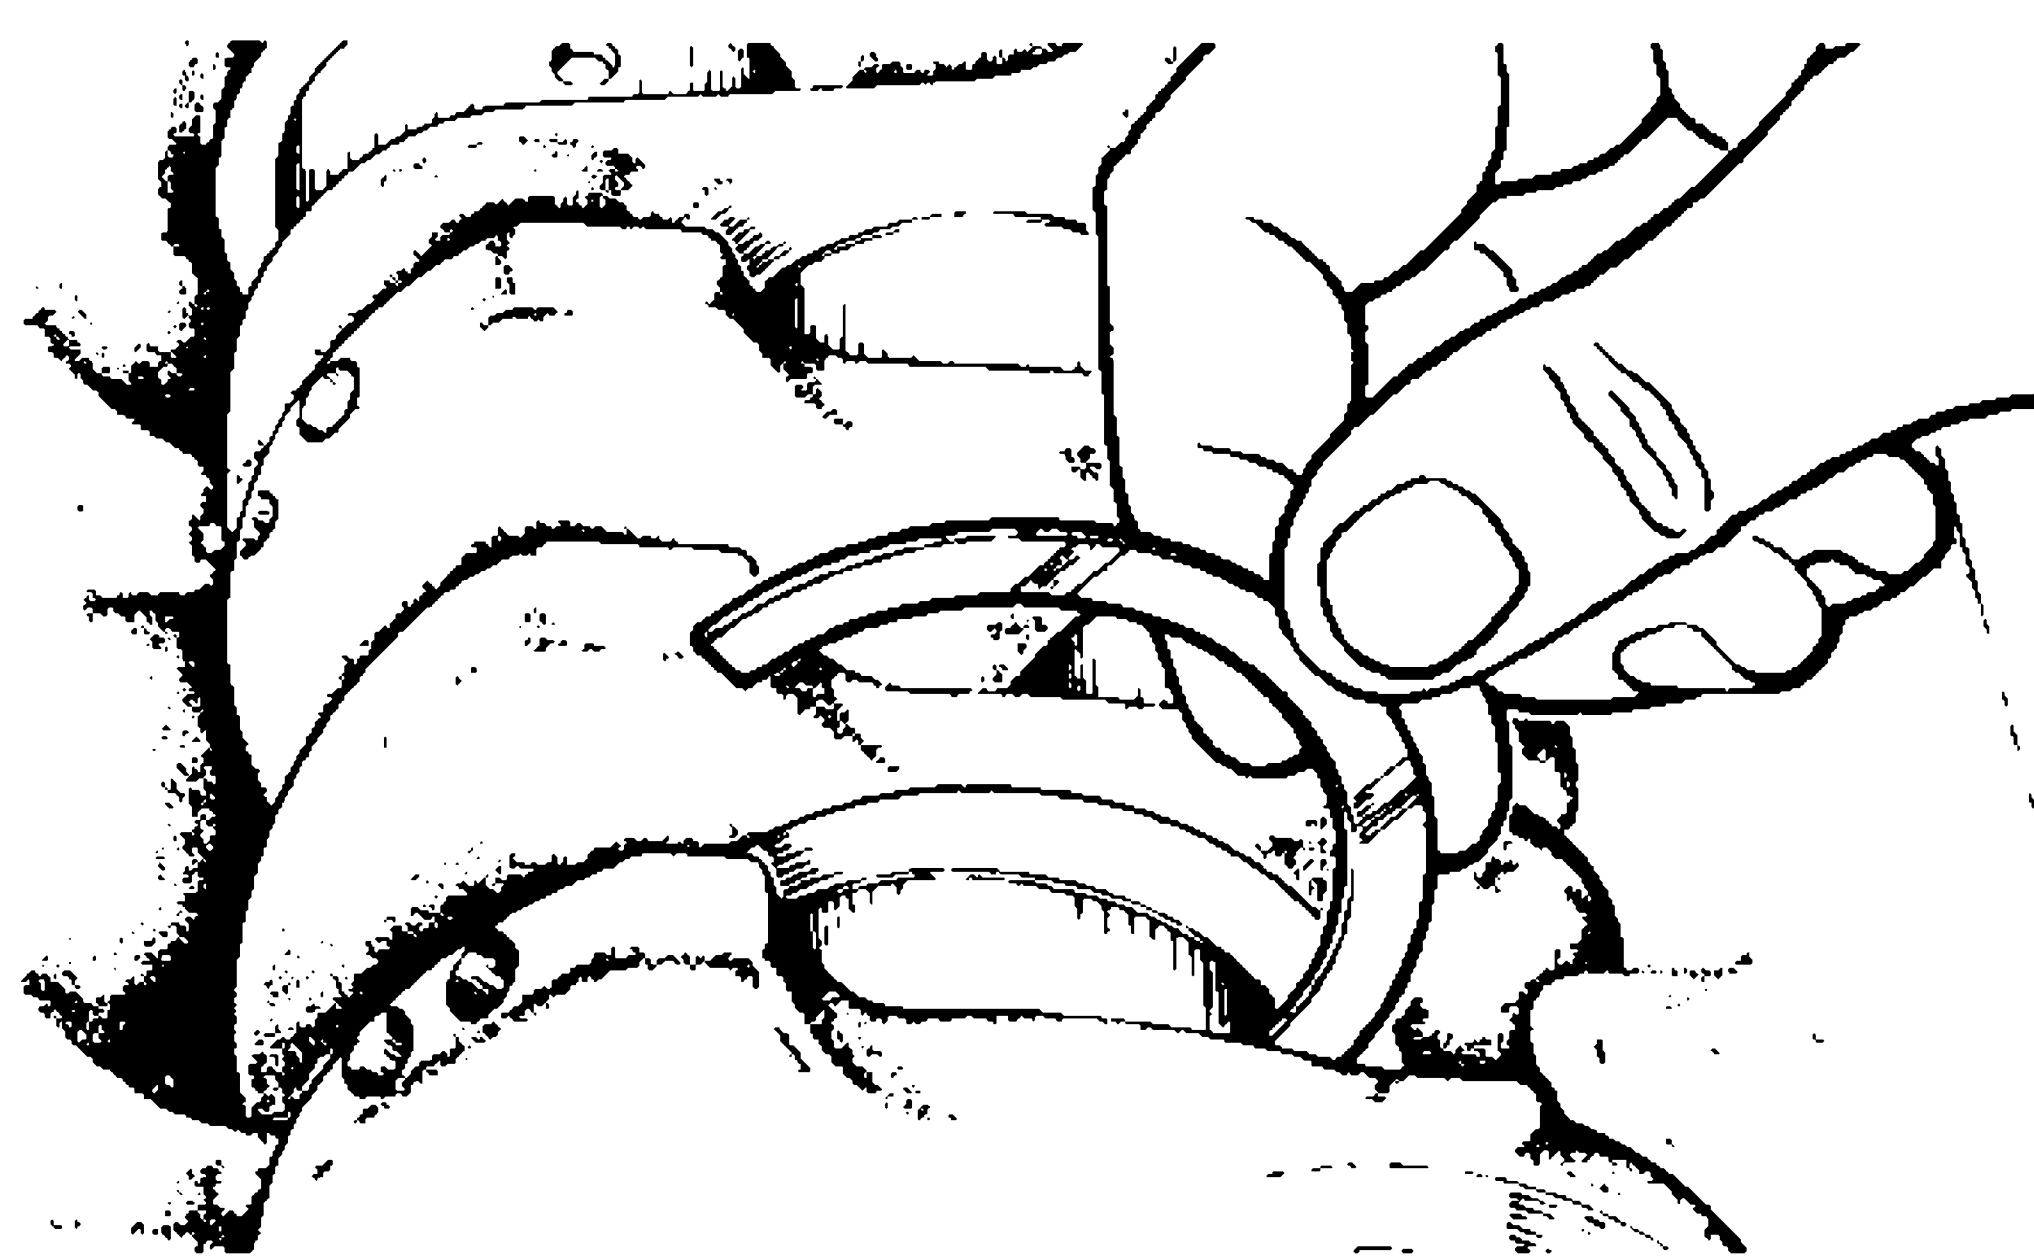

Рис. 65. Установка полукольца
7. После проверки легкости вращения вала снять крышку заднего подшипника (на двигателях 1111, 11113, 2108, 21081, 21083, 2110, 2111 — среднего) и установить в гнезда опоры упорные полукольца выемками к упорным поверхностям коленчатого вала (рис. 65). С передней стороны опоры установить сталеалюминиевое полукольцо, а с задней стороны — металлокерамическое. Проверить осевой зазор коленчатого вала.